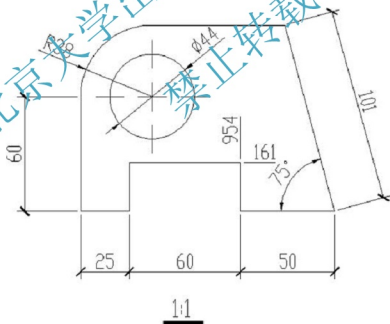

图 3.140 绘制并标注图形
- (1) 按尺寸绘制图 3.140 所示图形。
- (2) 标注图中所示的线性尺寸、半径、直径、角度、圆心标记及坐标等。